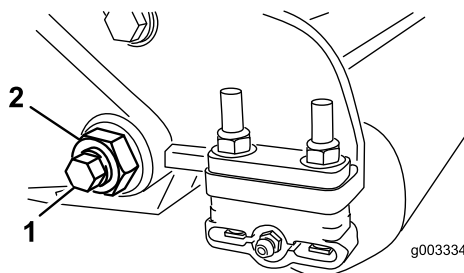

Figura 25
3. Desaperte a porca de bloqueio que segura a cavilha da barra de apoio, em cada um dos lados da máquina (Figura 25).
4. Remova cada uma das cavilhas da barra de apoio, de modo a permitir puxá-la e retirá-la da máquina (Figura 25).